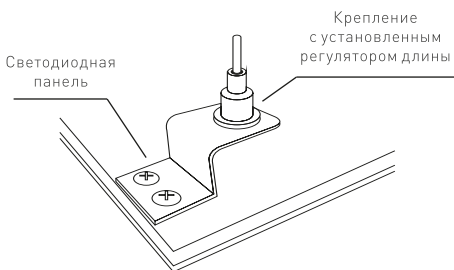

Рис. 3
3. Установите и прикрепите к корпусу светильника регуляторы длины тросов, используя винты или саморезы 3×8,5 мм из комплекта поставки набора для подвесного монтажа (Рис. 3).